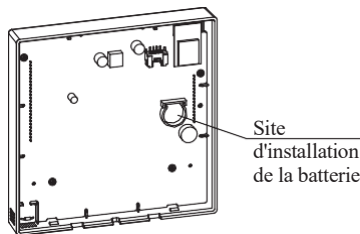

Fig 3-5
- Placez la batterie sur le site d'installation et assurez-vous que le côté positif de la batterie est conforme au côté positif du site d'installation. (Voir Fig.3-5)